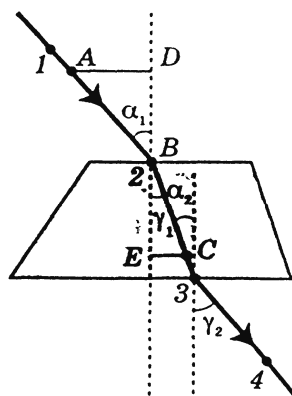

Рис.1
4. Снимите стекло и булавки, отметьте места наколов точками 1, 2, 3, 4 и проведите через них линии до пересечения с границами стекла (рис. 1). Соединив точки 2 и 3, получим направление луча света. Проведите через точки 2 и 3 перпендикуляры к преломляющим поверхностям.
2. Отложите из точки B (рис. 1) отрезки $AB = BC$ и постройте прямоугольные треугольники $\triangle ADB$ и $\triangle BEC$. Так как $\sin \alpha_1 = \frac{AD}{AB}$, а $\sin \gamma_1 = \frac{EC}{CB}$ и $AB = CB$, то показатель преломления можно найти по формуле: